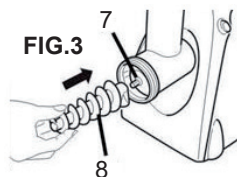

FIG.3
Posizionare la vite conica di prolunga (8) sulla vite senza fine (7), come illustrato in fig.3 e inserire il setaccio conico (3) nel condotto di alimentazione.